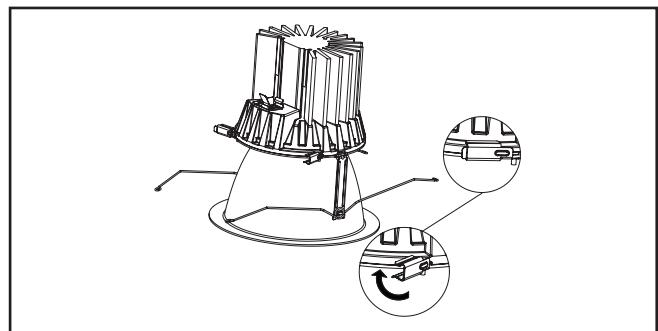

Figure 11.
4. Faites pivoter les fixations latérales (3) en place pour fixer fermement l'assemblage de la garniture au moteurgénérateur de lumière à DEL. (Figure 11).